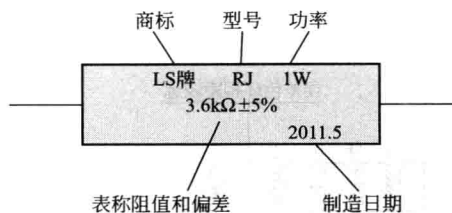

图 1.7 直标法
(1) 直标法。用数字、单位、符号直接在电阻体上标出其主要参数的标示方法称为直接标注法。一般应用于体积较大的电阻器,标注信息丰富,有些甚至连商标和生产日期也标注。一般用“I”表示 $\pm 5\%$,”II”表示 $\pm 10\%$,”III”表示 $\pm 20\%$,如图1.7所示,阻值可直接读数为 $3.6\text{k}\Omega$,允许偏差为 $\pm 5\%$ 。